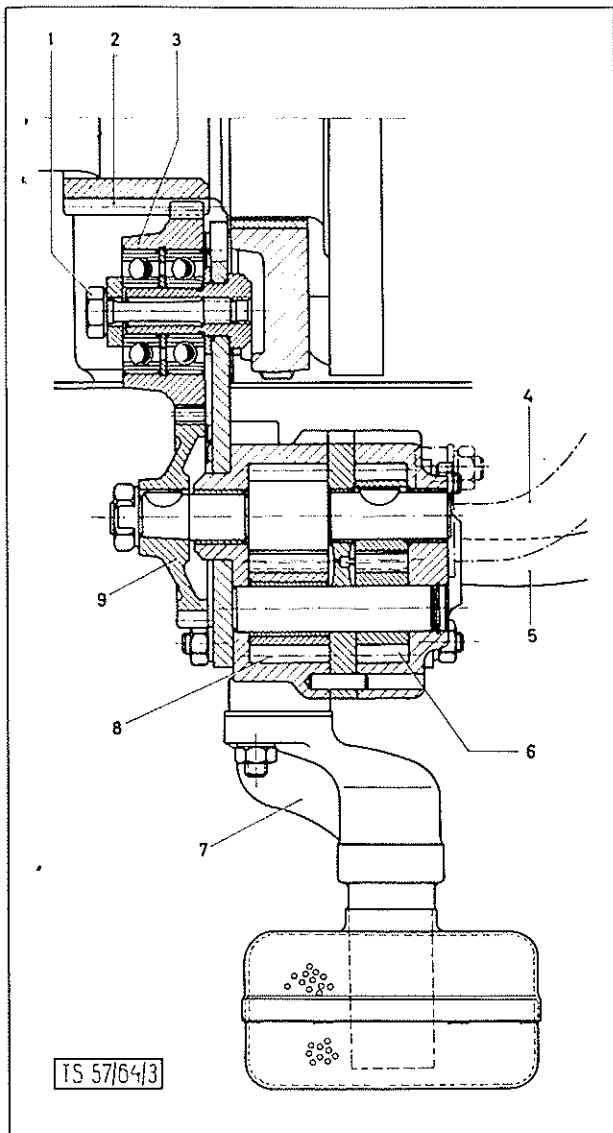

BILD 70 :Ölpumpe Längsschnitt
7. Zwischenrad gemäß seiner Lage auf Bild 70 montieren. Dehnschraube (70/1) mit einem Anzugsmoment von 5 mkg festziehen. (Kugellageraußenringe haben Schiebeseitz!)